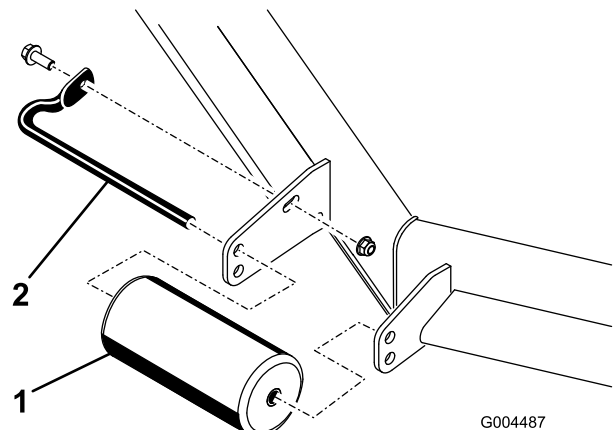
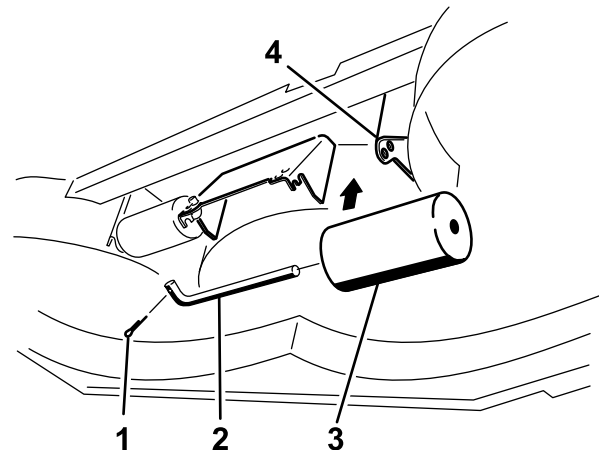

Bild 10
Bild 14
4. Nehmen Sie die Befestigungen ab, mit denen jede Rolle am Mähwerk befestigt ist, und schieben Sie die Rollen nach oben oder unten, siehe Bild 10 bis Bild 14 abhängig vom Mähwerk.